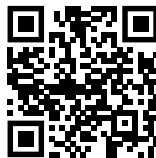

Fig. 60
- ▶ Otvorite Liebherr SmartMonitoring Dashboard. (pogledajte Fig. 60)